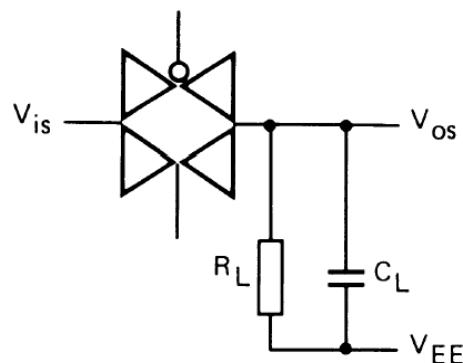

图 4
4.  $R_L=10K\Omega$ ;  $C_L=15pF$ ; 通道开通;  $Vis=V_{DD \text{ (P-P)}}/2$  (正弦波, 在  $V_{DD}/2$  处对称),  $fis=1KHz$ ; 如图 4 所示
7.  $R_L=1K\Omega$ ;  $C_L=5pF$ ; 通道关断;  $Vis=V_{DD \text{ (P-P)}}/2$  (正弦波, 在  $V_{DD}/2$  处对称);  $20\lg(Vos/Vis)=-50dB$ ; 如图 4 所示
8.  $R_L=1K\Omega$ ;  $C_L=5pF$ ; 通道开;  $Vis=V_{DD \text{ (P-P)}}/2$  (正弦波, 在  $V_{DD}/2$  处对称);  $20\lg(Vos/Vis)=-3dB$ ; 如图 4 所示